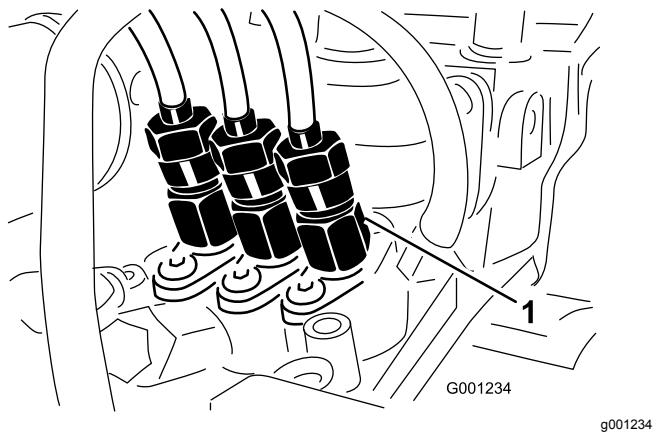

Figura 52
1. Liberte a porca do tubo que se encontra ligada ao injetor n.º 1 e à estrutura de suporte da bomba de injeção (Figura 52).